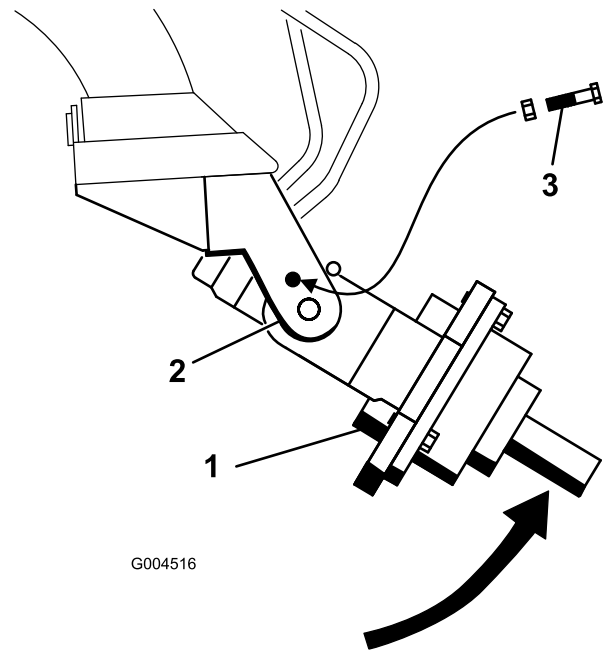

Figura 3
1. Tournez la tête d'entraînement de la tarière manuellement jusqu'à ce qu'il soit possible d'insérer 2 boulons dans les trous de chaque côté des bras du berceau (Figura 3). Fixez chaque boulon avec un écrou.